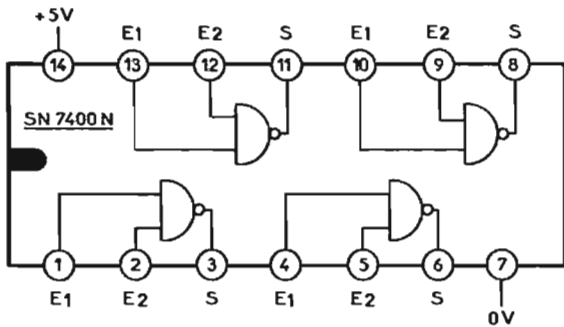

Fig. 3
- 2 circuits SN7400N (Fig. 3) : il s'agit de circuits comprenant chacun 4 portes NAND à 2 entrées.
On peut voir également figure 3 la « table de vérité » de chacune des portes donnant l'état obtenu